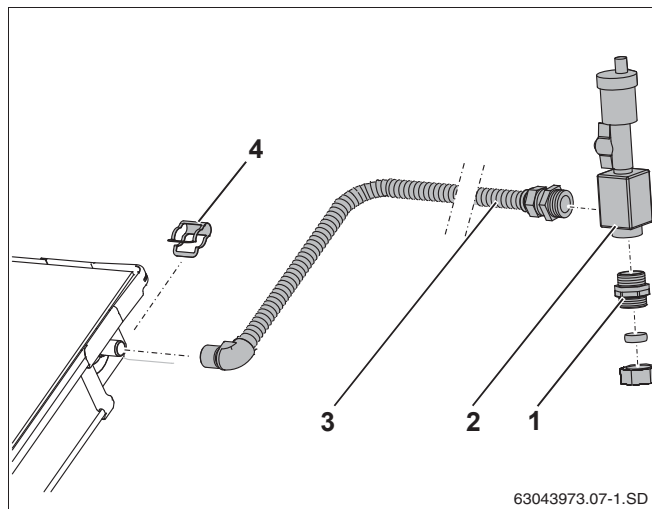

Рис. 37 Монтаж воздушного клапана под крышей
- ▶ Наденьте соединительную трубу (рис. 37, **поз. 3**) на штуцер подающей линии коллектора и зафиксируйте зажимом (рис. 37, **поз. 4**).
- ▶ Заверните соединительную трубу (рис. 37, **поз. 3**) и двойной ниппель (рис. 37, **поз. 1**) в воздухохоборник (с кольцевым уплотнением).
- ▶ Подсоедините сборную линию к двойному ниппелю с зажимным кольцом (рис. 37, **поз. 1**).